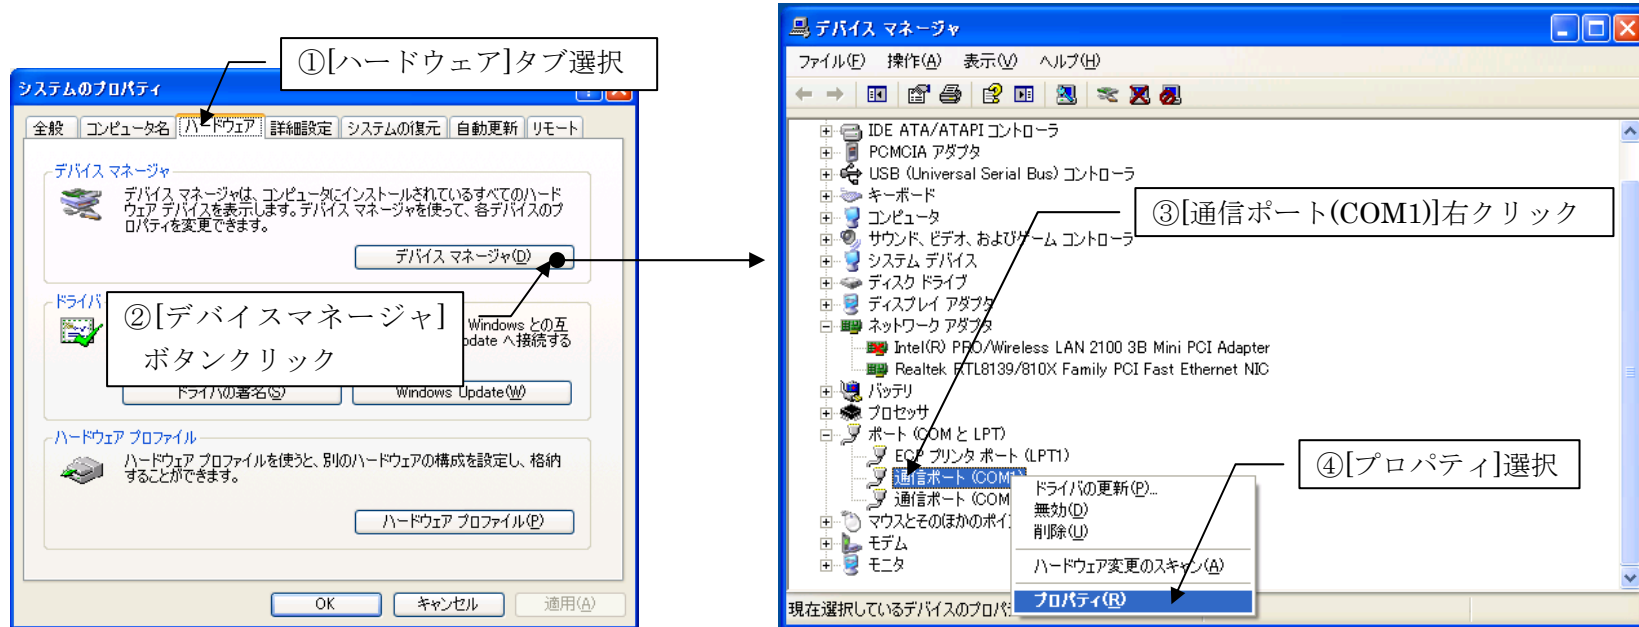

図 21 デバイスマネージャの表示と通信ポート(COM1)のプロパティの選択 (再掲)
- (2) 「システムのプロパティ」ダイアログが表示されます。[ハードウェア]タブを選択し、[デバイスマネージャ]ボタンをクリックします。「デバイスマネージャ」ウィンドウが表示されますので、[ポート(COMとLPT)]-[通信ポート(COM1)]上で右クリックし、[プロパティ]を選択します (図 21)。